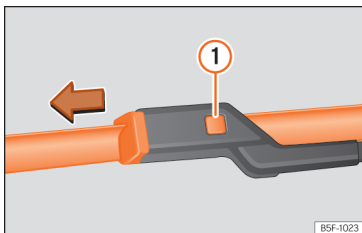

Fig. 159 Substituição das escovas do limpa-vidros.
- Mantenha pressionado o botão de desbloqueio » » » Fig. 159 ① puxando ligeiramente pela escova no sentido da seta.